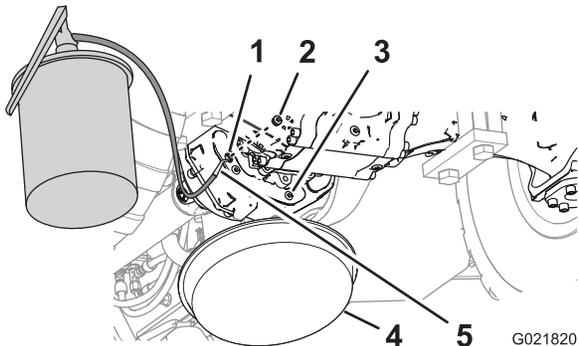

Figura 74
5. Instale uno de los tapones en el orificio de vaciado de la transmisión (Figura 74).
6. Llene la transmisión con aceite del tipo especificado a través de la mirilla hasta que el aceite llegue a las roscas de la parte inferior del orificio (Figura 74).
8. Instale el otro tapón en la mirilla de la transmisión (Figura 74).